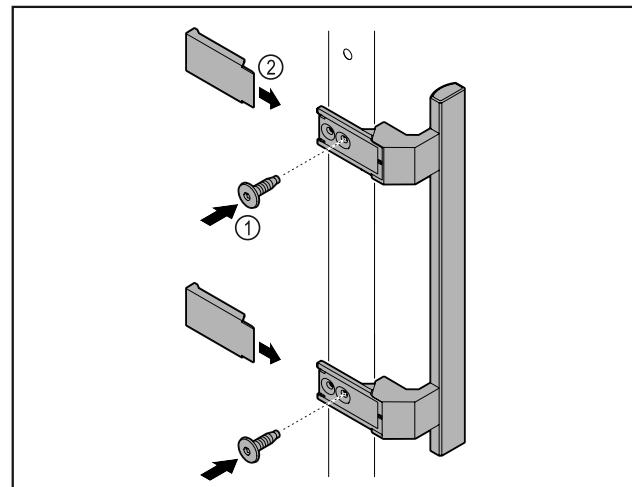

Fig. 7
► Pritvirtinkite rankeną iš piedų pridedamais varžtais Fig. 7 (1) prie durų.
► Uždėkite dengiamają plokštelię Fig. 7 (2).